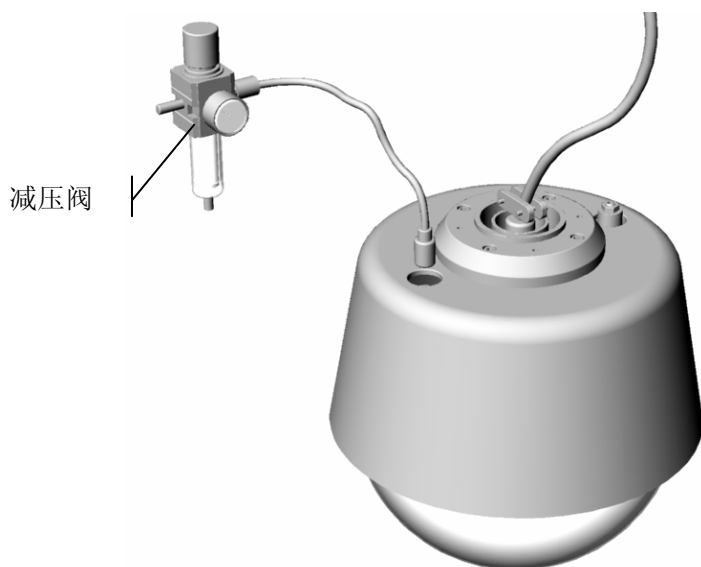

图 1-5
5) 取出附件减压阀，将减压阀与干燥的氮气源正确连接；然后，将减压阀输出端与气密封压力外壳输入端相连接，对气密封压力外壳进行充气，如图 1-5 所示。